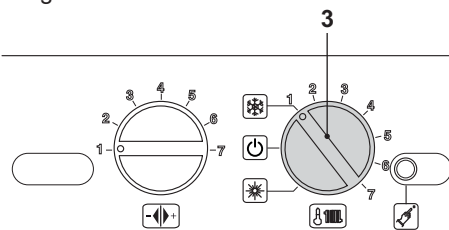

Fig. 6.7
- Gire el selector de función 3 como en la Fig. 6.7.